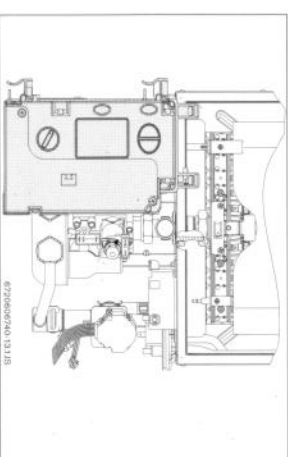

Fig. 7 Caixa de comando - posição de ajuste de gás
- Utilizando a porca de ajuste (Fig. 7, pos. 3) regular a pressão até atingir os valores indicados na Tab. 4 (aparelhos 11 e 14 litros) e Tab. 6 (aparelhos 17 litros).